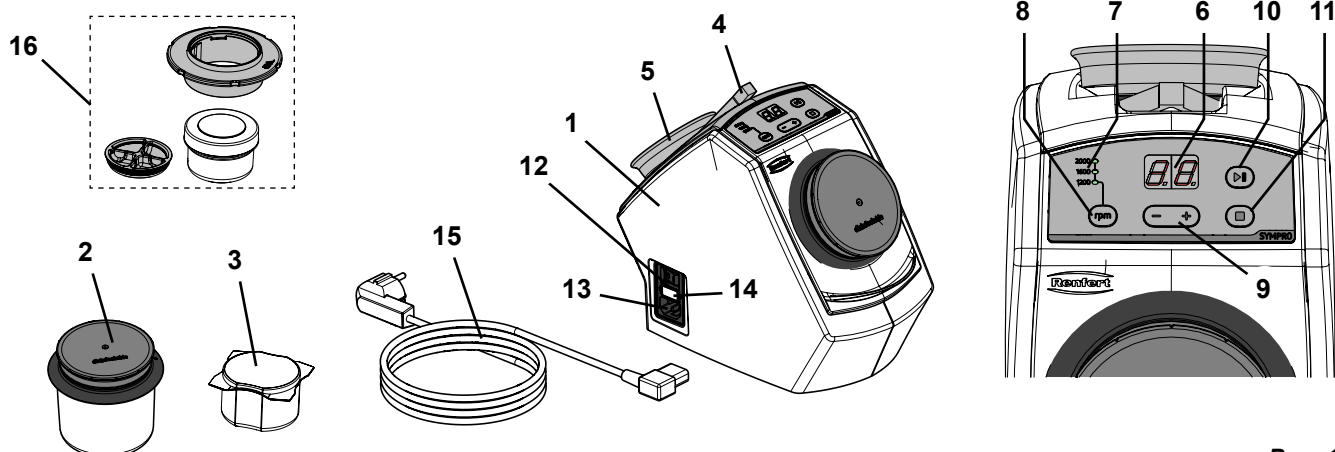

Рис. 1
- ⇒ Разместите приложенный пинцет и удерживающий магнит в специальных выемках на тыльной стороне аппарата (Рис. 1).
- ⇒ Выберите сетевой кабель (15, Рис. 1) со штепсельной вилкой, соответствующей Вашей стране.
- ⇒ Вставьте сетевой кабель (13, Рис. 1) в гнездо подключения к сети.
- ⇒ Включите аппарат при помощи сетевого выключателя (12, Рис. 1).
- ⇒ Поместите в стакан для очистки (2, Рис. 1) 75 г игл для очистки (соответствует одной единице упаковки).
- ⇒ Поместите в мини-стакан SYMPRO (16, Рис. 1) ~ 5 г игл для чистки.
- ⇒ Установить продолжительность чистки при помощи клавиш «+ / -» (9, Рис. 1) (установка от 0 до 30 мин.).
- ⇒ Установить число оборотов с помощью кнопки числа оборотов (8, Рис. 1).
- ◆ Индикатор числа оборотов (7, Рис. 1) указывает выбранное число оборотов.